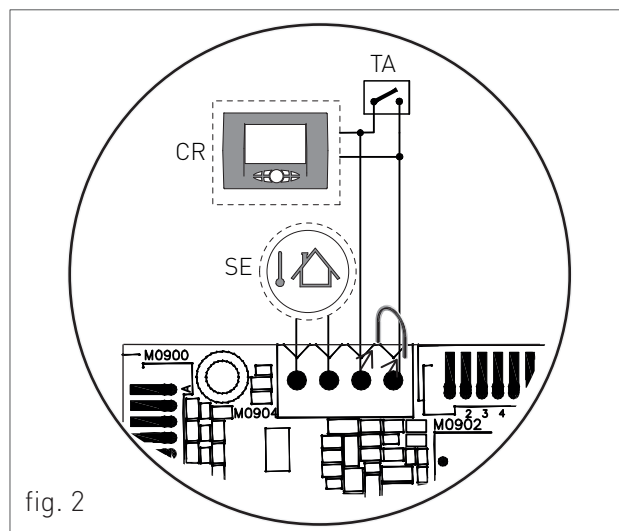

fig. 2
- Pentru sonda de temperatură externă, conectează cei doi conductori nepolarizați la contactele terminalului M0904 (consultați „SE” fig. 2).
- Pentru termostatul de ambianță sau telecomandă, scoateți mai întâi puntea de pe contactele terminalului M0904 și apoi conectați cei doi conductori nepolarizați ai termostatului de ambianță sau telecomandă (consultați „TA” sau „CR” fig. 2).